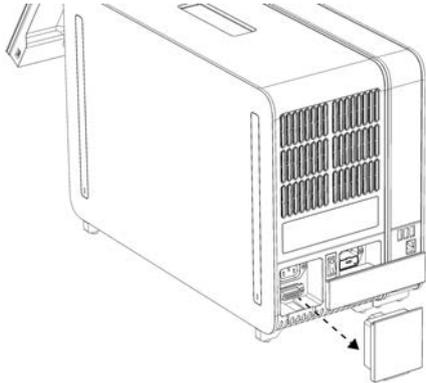

Figure 12. Retrait du pont de fin.
- 1d. Retirez le pont de fin de l'arrière du module analytique (Figure 12, page suivante).